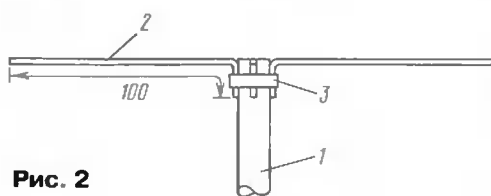

Рис. 2
Конструкция емкостной нагрузки показана на рис. 2. Она состоит из четырех дюралюминиевых полос (2) длиной 100 см, шириной 6 мм и толщиной 1 мм. Один из концов каждой полосы загибают под углом 90° на длину 50 мм (зажав в тиски и прогрев место сгиба газовой горелкой). С помощью зажимающего хомута (3) их крепят к основному излучателю, образуя горизонтальный "крест". Для повышения механической стабильности "креста" конструкцию можно усилить, установив в центре диск диаметром 150 мм.